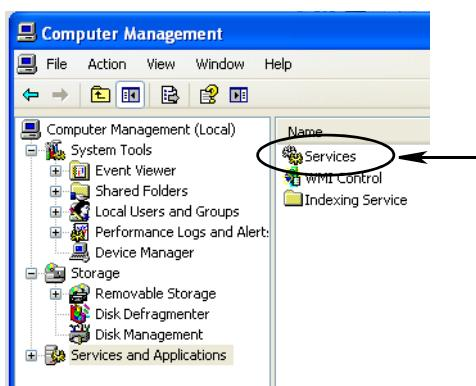

Рис. 55
- c. Щелкните дважды по значку «Службы» (Рис. 55).